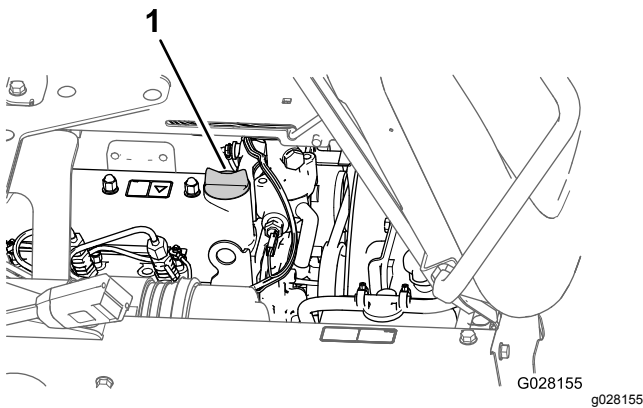

Bild 73
Sie ungefähr 80 % der angegebenen Ölmenge langsam in den Füllstutzen (Bild 73).
8. Setzen Sie den Ölfülldeckel auf den Füllstutzen (Bild 73).